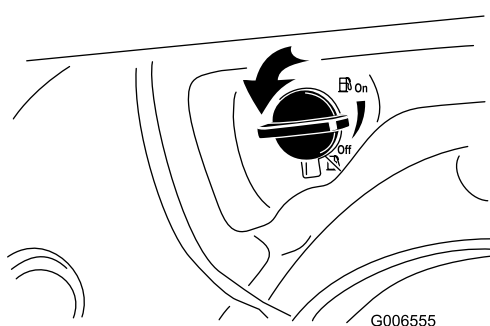

Figure 18
2. Ouvrez le robinet de carburant en le tournant de 1/4 de tour dans le sens anti-horaire (Figure 18).